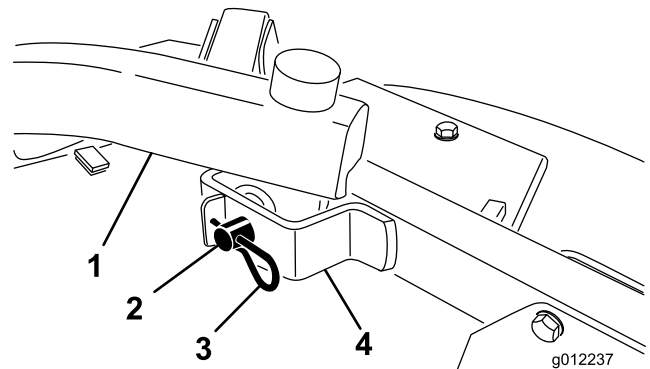

Bild 24
4. Nehmen Sie die Splints und Lastösenbolzen ab, mit denen die Hubarme an den Halterungen der Laufradarme befestigt sind (Bild 24).